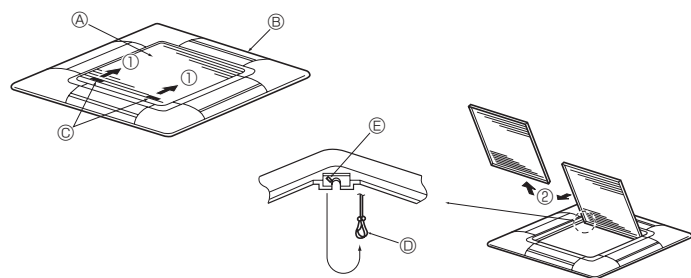
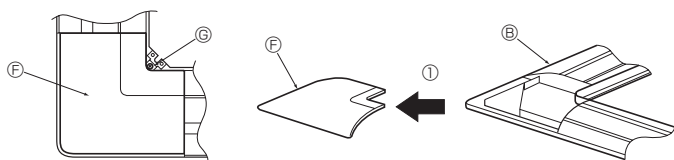

Fig. 7-3
Fig. 7-4
7.2.1. Retrait de la grille d'admission (Fig. 7-3)
- Pour ouvrir la grille d'admission, faire glisser les leviers dans le sens indiqué par la flèche ①.
- Lorsque la grille se trouve en position "ouverte", retirer la charnière de la grille d'admission comme indiqué par la flèche ②.
7.2.2. Retrait du panneau en coin (Fig. 7-4)
- Retirer la vis du coin du panneau en coin. Faire glisser le panneau comme indiqué par la flèche ① pour le déposer.